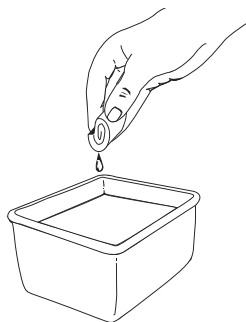

Fig. 46
3. Lave el filtro con agua y detergente (Fig. 46). Enjuague bien el filtro y déjelo secar.